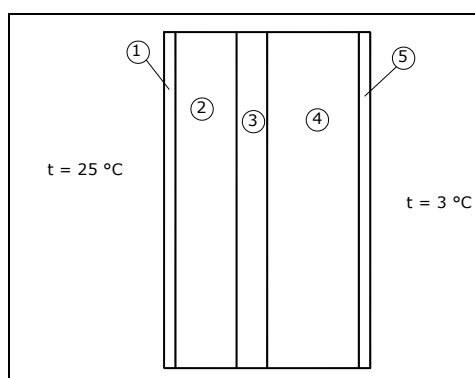

fig.2
4) Calcolare lo spessore dell'isolante (strato 3) della parete disegnata in fig. 2, affinché la potenza specifica che attraversa la parete sia $Q = 9,05 \text{ [W/m}^2\text{]}$